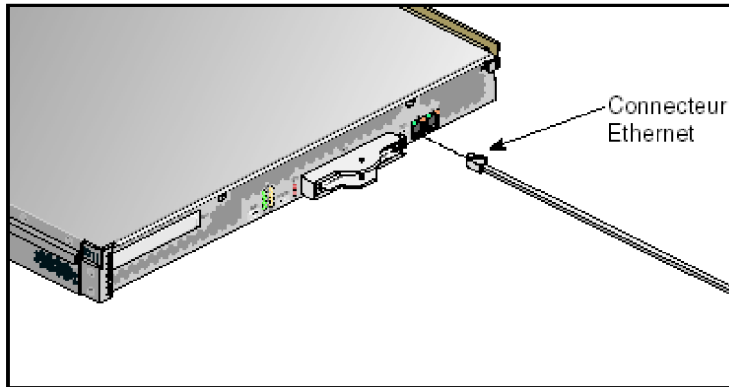

Figure 1-5
1. Connectez le câble Ethernet à un port Ethernet à l'arrière, comme l'indique la figure 1-5.